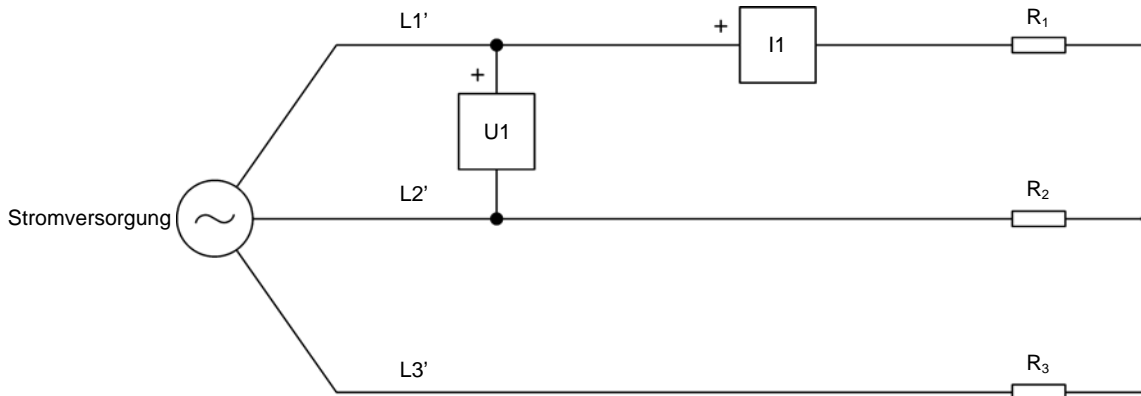

Abbildung 20. Anschlüsse am Mess- und Steuerinterface zur Leistungsmessung in symmetrischen Drehstrom-Schaltungen.
- Verbinden Sie die Geräte, wie in Abbildung 20 gezeigt.
Die roten Anschlussklemmen der Eingänge $U1$ und $I1$ am Mess- und Steuerinterface entsprechen den Anschlussklemmen, die in Abbildung 20 mit einem Pluszeichen (+) gekennzeichnet sind.
Das Fenster Messung ist nun bereit für die Messung von Kenngrößen im Drehstrom-Schaltkreis von Abbildung 20.